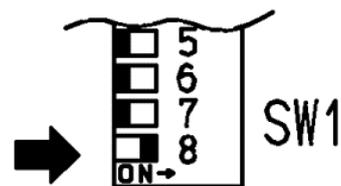

Fig. 3
8. Spostate l'interruttore nr.8 della bancata SW1 in posizione 'ON' (Fig. 3).